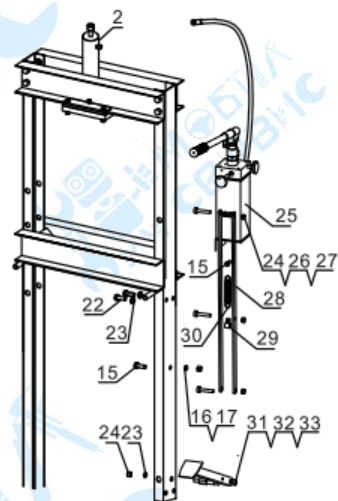

Рис. 6
7. Прикрепите пластину основания насоса (27) с помощью болтов (22), шайб (23), и гаек (24). После этого прикрепите насос (28) с помощью болтов (25) и шайб (26). Смотри Рис. 6.